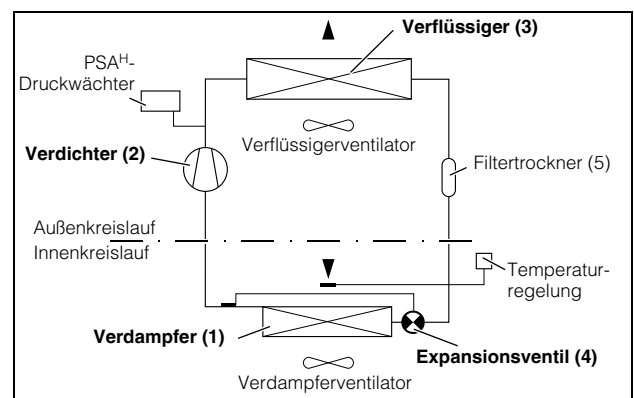

Abb. 3: Kältekreislauf
Das Kühlgerät (Kompressionskälteanlage) besteht aus den vier Hauptbestandteilen (vgl. Abb. 3): Verdampfer (1), Kältemittelverdichter (Kompressor) (2), Verflüssiger (Kondensator) (3) sowie dem Regel- bzw. Expansionsventil (4), die durch Rohrleitungen miteinander verbunden sind. Dieser Kreislauf ist mit einem leicht siedenden Stoff, dem Kältemittel, aufgefüllt. Das Kältemittel R134a ( $\text{CH}_2\text{FCF}_3$ ) ist chlorfrei. Sein Ozon-Zerstörungs-Potenzial (OZP) beträgt 0. Es ist somit sehr umweltfreundlich. Ein Filtertrockner (5), der in den hermetisch geschlossenen Kältekreislauf integriert ist, bietet wirksamen Schutz gegen Feuchtigkeit, Säure, Schmutzteilchen und Fremdkörper im Inneren des Kältekreislaufes.